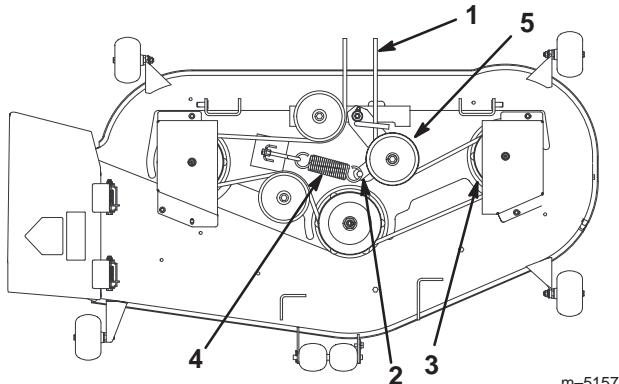

Figure 44
5. Déposez la courroie. Commencez à la poulie extérieure et tournez la courroie pour la déposer (Fig. 44).
6. Faites passer la courroie neuve dans le bras de tension (Fig. 43) et sur les autres poulies (Fig. 44).